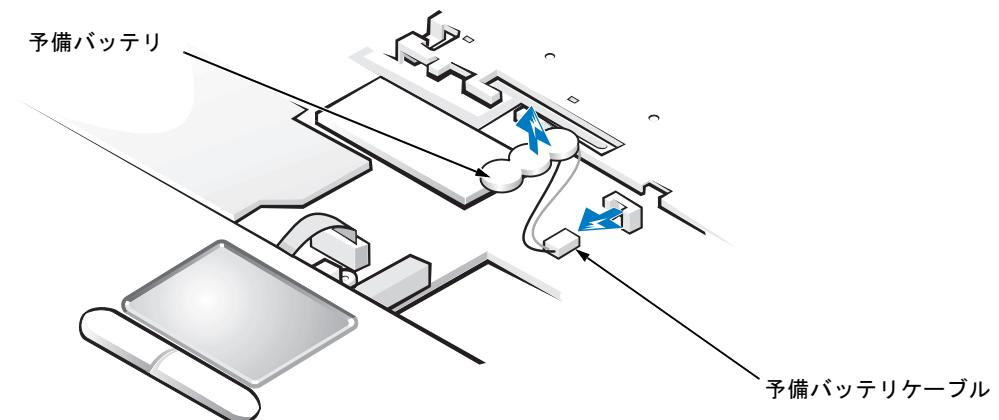

図 18 予備バッテリの取り外し
3. システム基板の発泡樹脂性のパッドから予備バッテリを取り出します(図 18 参照)。